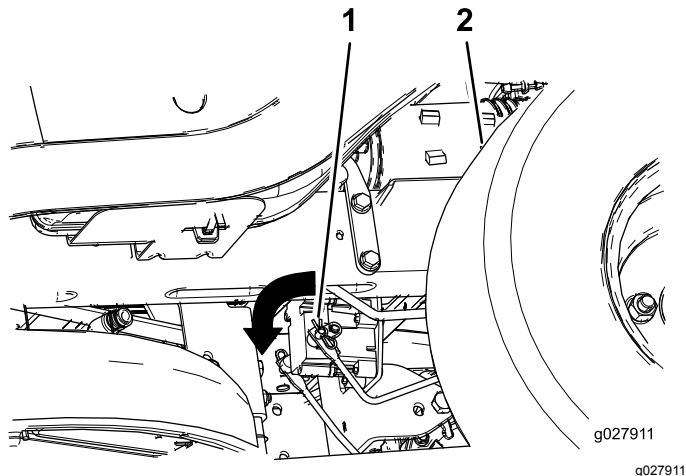

Figura 57
3. Localice el eje del freno eléctrico al que están conectados los brazos de enganche de los frenos (Figura 57).